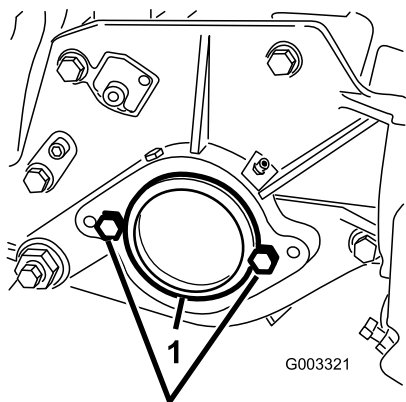

Figura 7
2. Sul lato destro dell'apparato di taglio, toglie il tappo in plastica dall'alloggiamento del cuscinetto (Figura 7).
3. Togliete le 2 viti a testa cilindrica dalla piastra laterale destra (Figura 7).